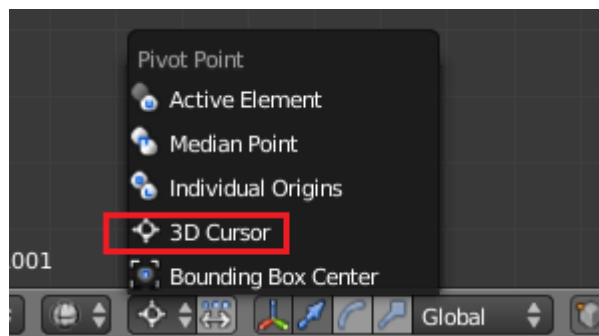

Figura 5.5
6. Coloque o cursor 3D na origem. Na barra da janela 3D, especifique o cursor 3D como Pivot, figura 5.5.